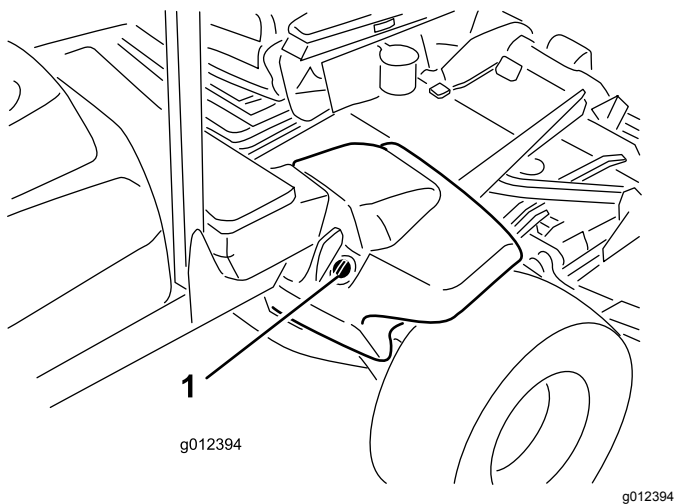

図 19
2. 油圧オイルタンクの注油口周辺をきれいに拭き、キャップ 図 19 を外す。給油口からキャップを取る。